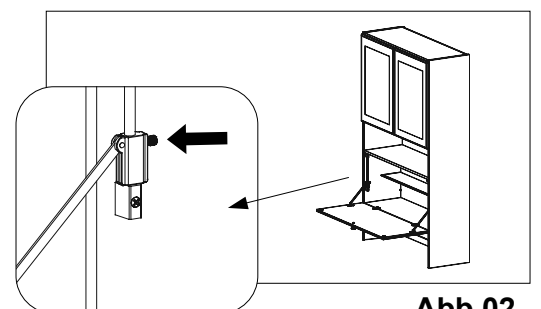

Abb.02
- Die im Bild 02 dargestellten Schraube dient zur Einstellung der Barklappe. Mit ihr kann die Öffnungsgeschwindigkeit der Klappe beeinflusst werden. Durch gezieltes rein oder raus schrauben findet man das Optimum.